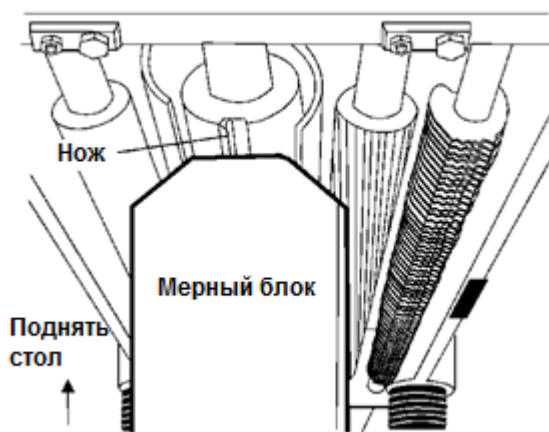

Рис. 22
2. Установите мерный блок (см. Рис. 22) на рабочем столе непосредственно под режущей кромкой строгального ножа, как показано на рисунке. Плавно поднимайте стол, пока блок не коснется режущей кромки.